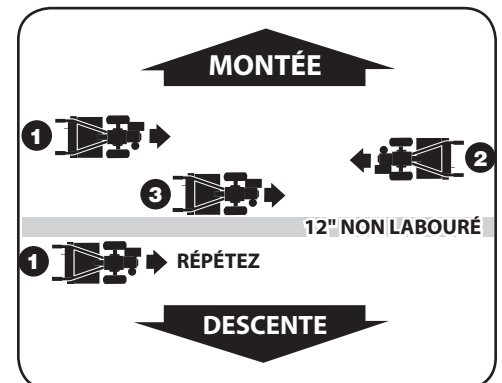

Figure 4-9
1. Pour créer une terrasse, commencez à travailler au sommet de la pente en progressant vers le bas. Travaillez d'une extrémité à l'autre de la première rangée. Voir Figure 4-9.